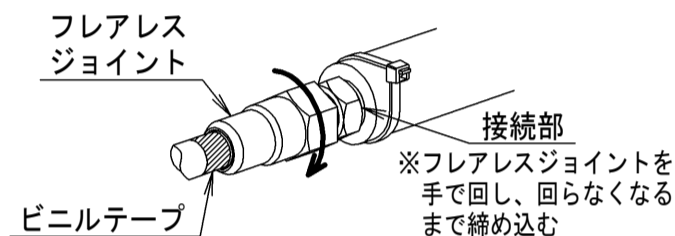

図7 室内ユニット接続イメージ
- フレアレスジョイントを手で回し、回らなくなるまで締め込んでください。(図7、8参照)